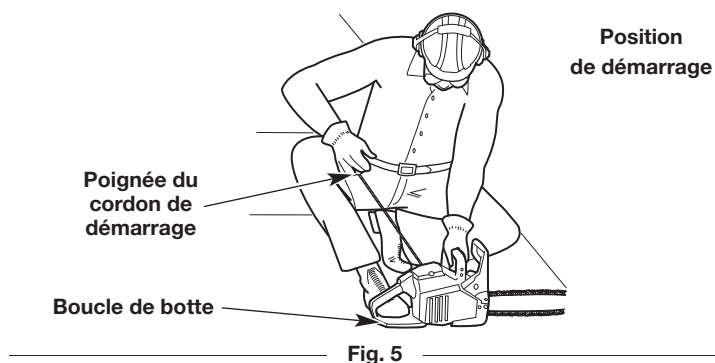

Fig. 5
**AVERTISSEMENT :** Évitez un démarrage accidentel de l'unité. Afin d'éviter les blessures graves, l'utilisateur et l'appareil doivent se trouver en position stable lorsque le cordon de démarrage est tiré (Fig. 5).
9. **NE TOUCHEZ PAS** à la commande des gaz. Placez-vous en position de démarrage (Fig. 5). Maintenez la poignée avant avec la main gauche. Maintenez la corde du démarreur avec la main droite. Insérez le pied droit dans la boucle de botte pour aider à maintenir l'appareil fermement en place.
10. **NE TOUCHEZ PAS** à la commande des gaz. Tirez à **5 reprises** sur le câble de démarreur avec un mouvement contrôlé et régulier (Fig. 5).